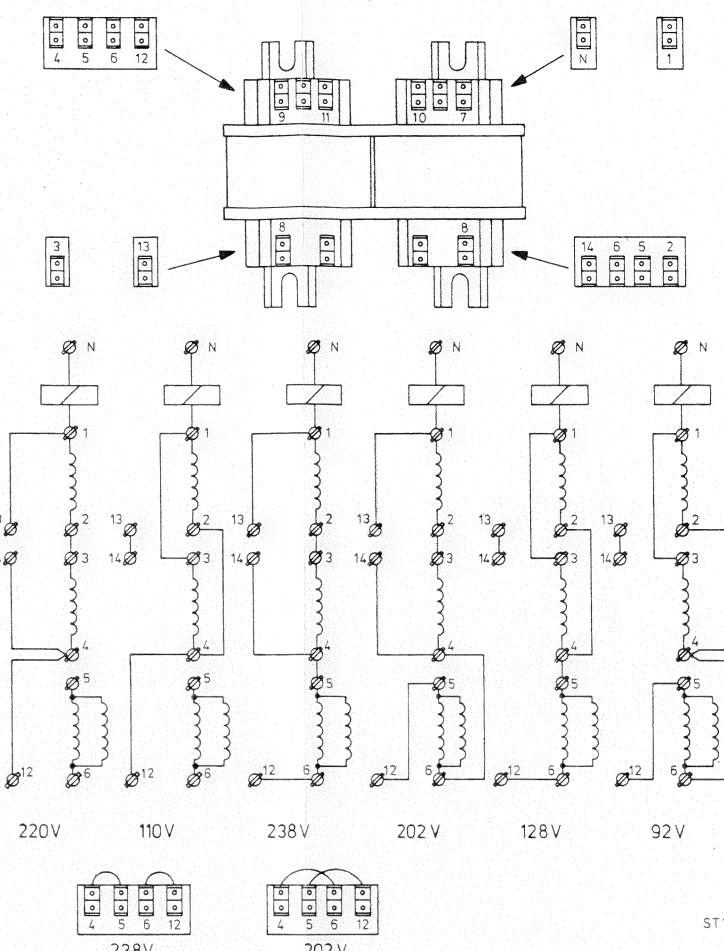

Fig. 12.
L'appareil peut être adapté à d'autres tensions secteur par modification du câblage de transformateur secteur (Fig. 12, page 48).
- Modifier le câblage des connexions 4, 5, 6 et 14 conformément à la figure 12, page 48